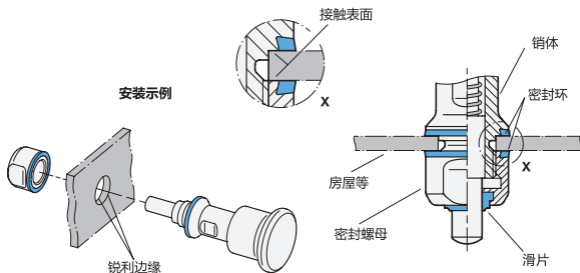

图 2
- 在制作安装孔时必须使密封圈内的金属凹槽尽可能完全靠在下方的表面上，以便能够对块（金属挡块）张紧（公差为  $+0.05/+0.2$ ）。密封圈必须完全靠在下方的表面上（图 2）。